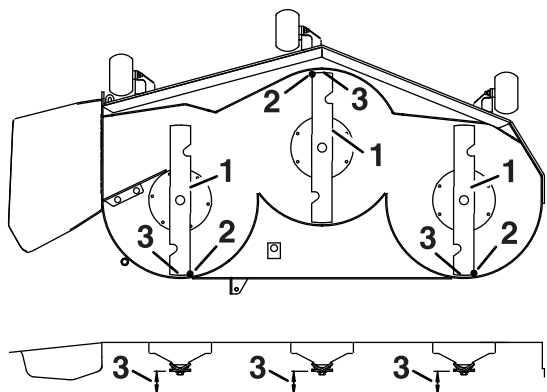

Figura 73
3. Rode cuidadosamente as lâminas para que estejam da frente para trás (Figura 73).
4. Meça da ponta da lâmina da frente até à superfície plana e da ponta da lâmina de trás até à superfície plana (Figura 73).